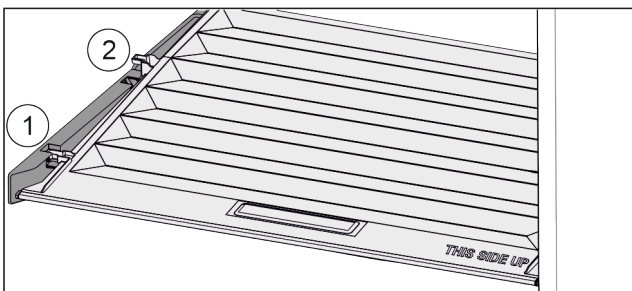

Fig. 103
- ▶ Кришку до отвору в деталях для підтримки потягнути вперед Fig. 103 (1).
- ▶ Підняти ззаду знизу та вийняти Fig. 103 (2) вгору.